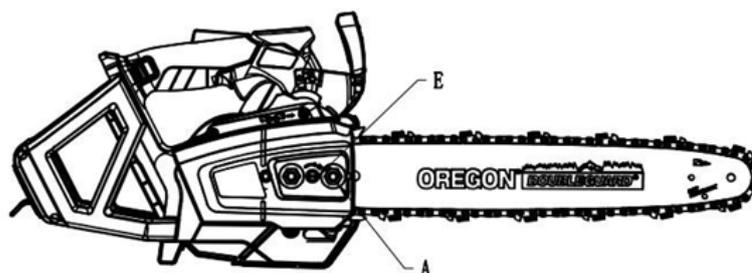

Fig 9
6. Sostenga la punta de la espada hacia arriba y gire el ajustador (E) en el sentido de las agujas del reloj hasta que la cadena encaje cómodamente contra la parte inferior de la espada. Luego apriete la tuerca de la cubierta del piñón (A) para asegurar la cubierta del mismo (Fig. 9).